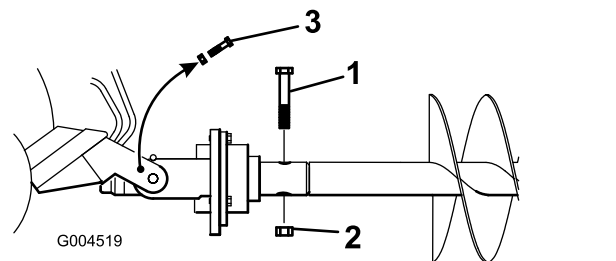

Рисунок 8
10. Прикрепите шнек к приводной головке с помощью болта (7/8 x 4 1/2 дюйма) и гайки (7/8 дюйма), как показано на рис. Рисунок 8.